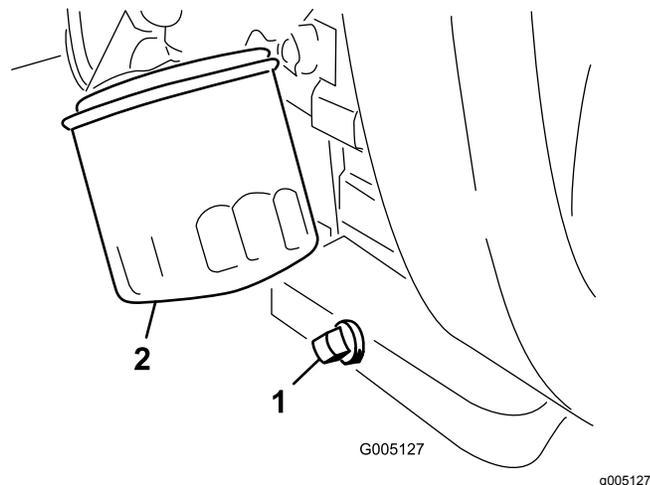

Рисунок 31
1. Снимите пробку сливного отверстия (Рисунок 31) и дайте маслу стечь в сливной поддон.
2. Очистите резьбовую поверхность пробки сливного отверстия, нанесите уплотнитель из тефлона и установите пробку (Рисунок 31).
3. Снимите масляный фильтр (Рисунок 31).